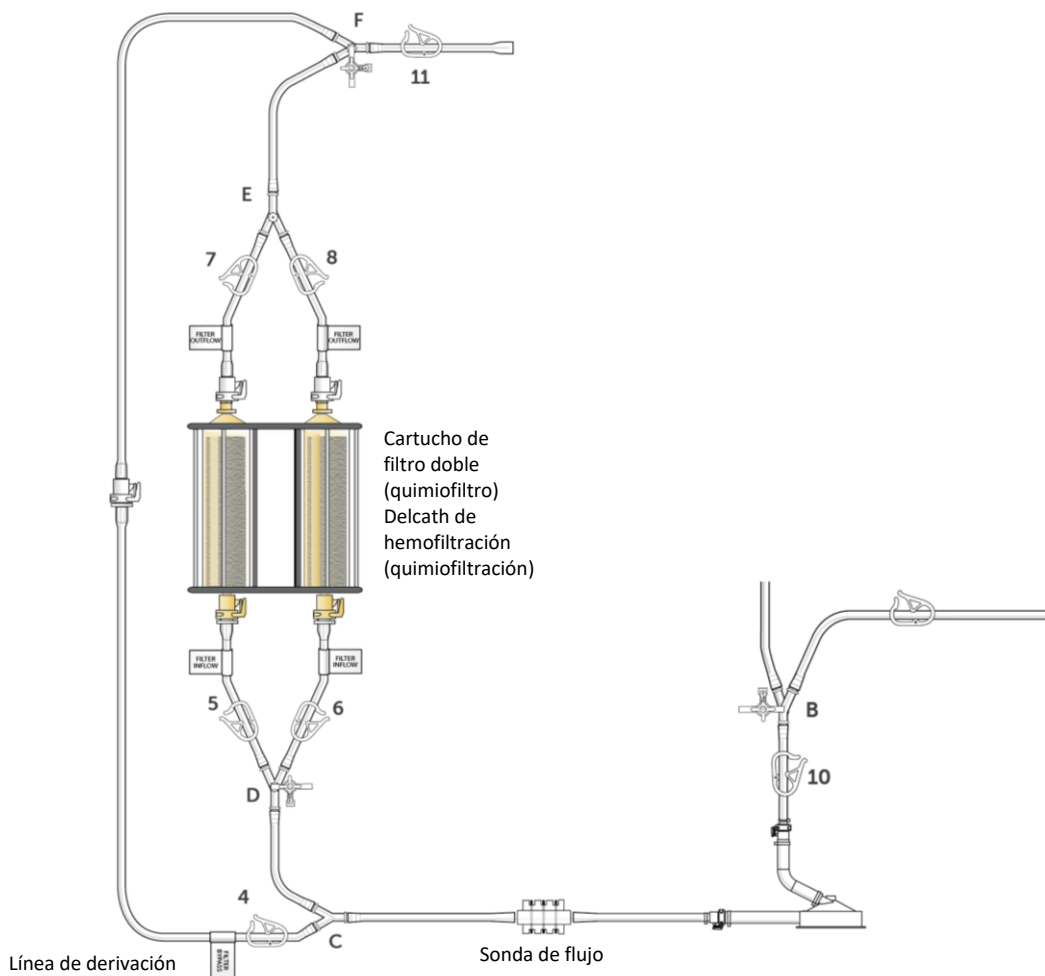

Figura 11
- (j) Conecte las válvulas de cierre suministradas a los puertos del conector en Y «B» (prebomba), «D» (prefiltro) y «F» (salida). Compruebe que la abrazadera 4 de la «línea de derivación» está abierta, como se muestra en la figura 11.